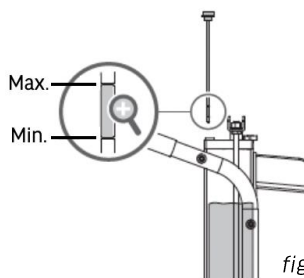

fig. 8
6. Retirez la jauge d'huile à nouveau et vérifiez que le niveau d'huile est entre les 2 rainures de la jauge d'huile (fig. 8).